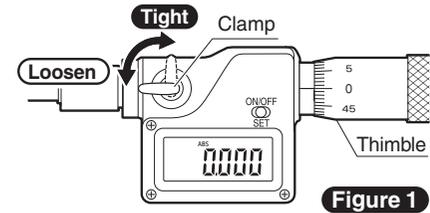

Figure 1
- ① Before use, use a lens cloth or similar to wipe off any grime or dust from tip of Spindle and the contact surface of the part being measured.
- ② Loosen the Clamp (**Fig.1**) and turn the Thimble to move the Spindle into contact with the surface.
- ② Loosen the Clamp and turn the Thimble until the Spindle is at the desired reference point, then tighten the Clamp again. (**Fig.1**)
- ① スピンドルの先端と、組み合わせる機器などの接触する箇所を脱脂し、ガラスペーパーなどで拭き取って異物が付着していない状態にしてください。
- ② クランプを回してゆるめ(図1)、シンプルを回し、スピンドルの先端と、組み合わせる機器などを接触させます。
- ② クランプを回してゆるめ、シンプルを回して原点とする場所に合わせ、再びクランプを回して固定します(図1)。